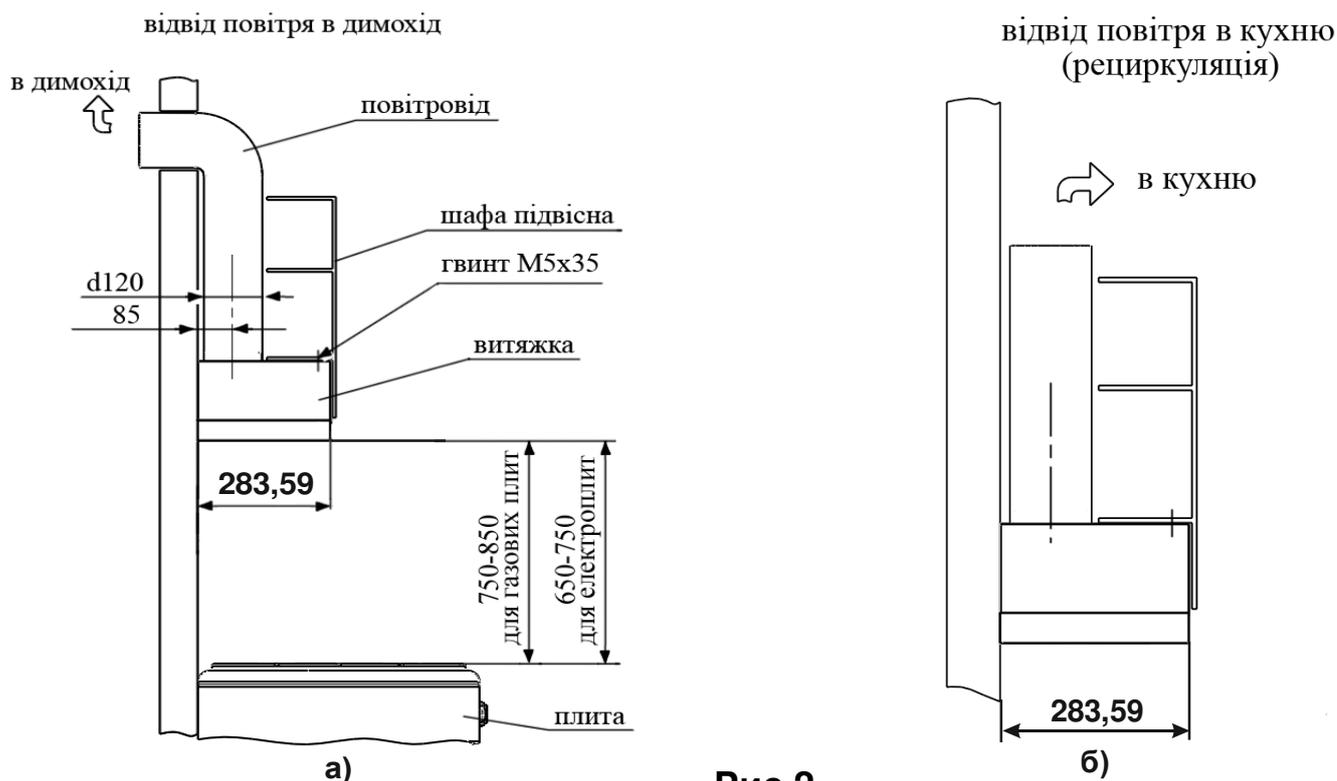

Рис.2
**1.5** В залежності від схеми установки над плитою витяжка може працювати в двох варіантах (**рис.2**):
- в режимі відводу повітря в стаціонарний вентиляційний канал (димохід) кухні з використанням гофрованих алюмінієвих повітроводів Ø150мм, а з перехідником Ø120 (**рис.2а**);
- в режимі рециркуляції (замкнута кругова циркуляція повітря на кухні), коли витяжка не підключається до димоходу, а повітря проганяється через жироуловлюючі алюмінієві та вугільні запаховбирні фільтри (купляються окремо і встановлюються на кришці турбовентилятора) і повертається знову на кухню (**рис.2б**).
1.11 **Увага! Витяжка монтується на стіні над електроплитами на віддалі 650-750мм, а над газовими плитами на відстані 750-850мм від робочої поверхні плити (рис.2).**
**5.3** В залежності від схеми установки витяжка працює в двох варіантах (**рис.2**):